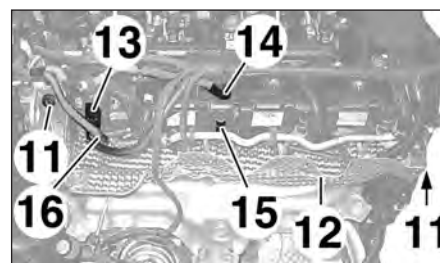

FIG.75
- les vis (11) (Fig.75).
- Basculer légèrement l'écran thermique (12) des électrovannes vers l'arrière.
- l'électrovanne (13),
- le tuyau de dépression (14),
- le tuyau de dépression (15),
- le tuyau de dépression (16).